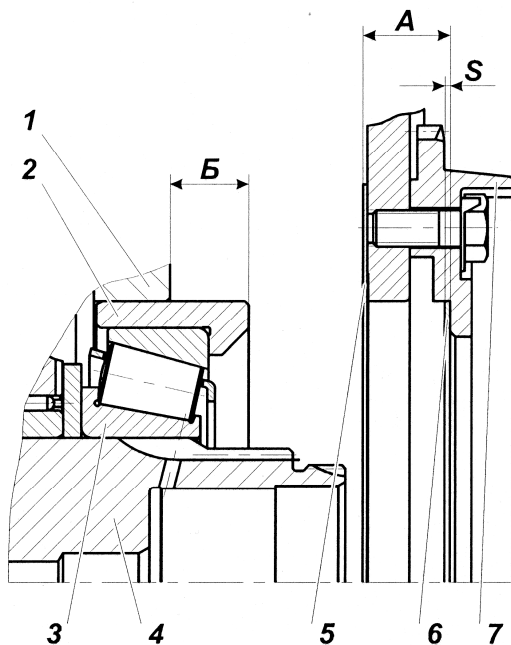

Рис. 26:
3.3. Замерить абсолютные величины размеров А (между торцами зубчатой муфты и уплотнительной прокладки) и Б (между торцами картера и гнезда подшипника) рис. 26.